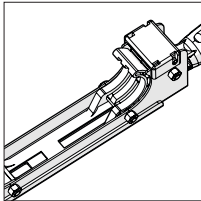

Fig. 9
- Vrid justeringskruven (**Fig. 9**) medurs för att öka fastspänningstrycket. Vrid skruven moturs för att minska fastspänningstrycket.